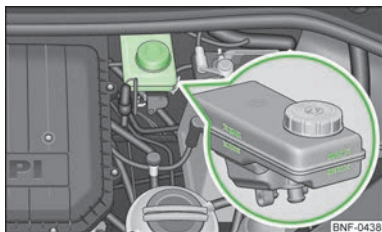

Bild 102
- Kontrollera bromsvätskenivå på behållaren.» bild 102 Nivån ska ligga mellan markeringarna "MIN" och "MAX".